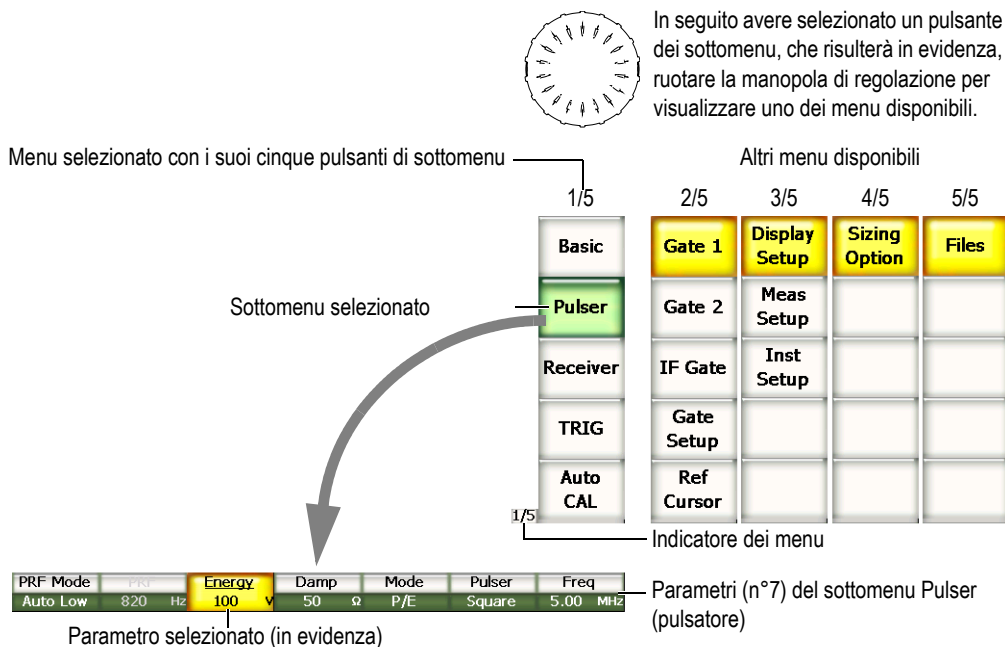

Figura 3-2 Visione d'insieme della struttura dei menu in modalità operativa UT
L'intuitivo sistema di menu degli strumenti della serie EPOCH™ 1000 include dei pulsanti dei sottomenu e dei pulsanti dei parametri (vedi Figura 3-2 alla pagina 51). Esso include inoltre cinque liste di menu standard in modalità operative ultrasuoni convenzionali (UT) e phased array (PA). Altri menu vengono visualizzati in caso di acquisto ed attivazione di specifiche opzioni software.